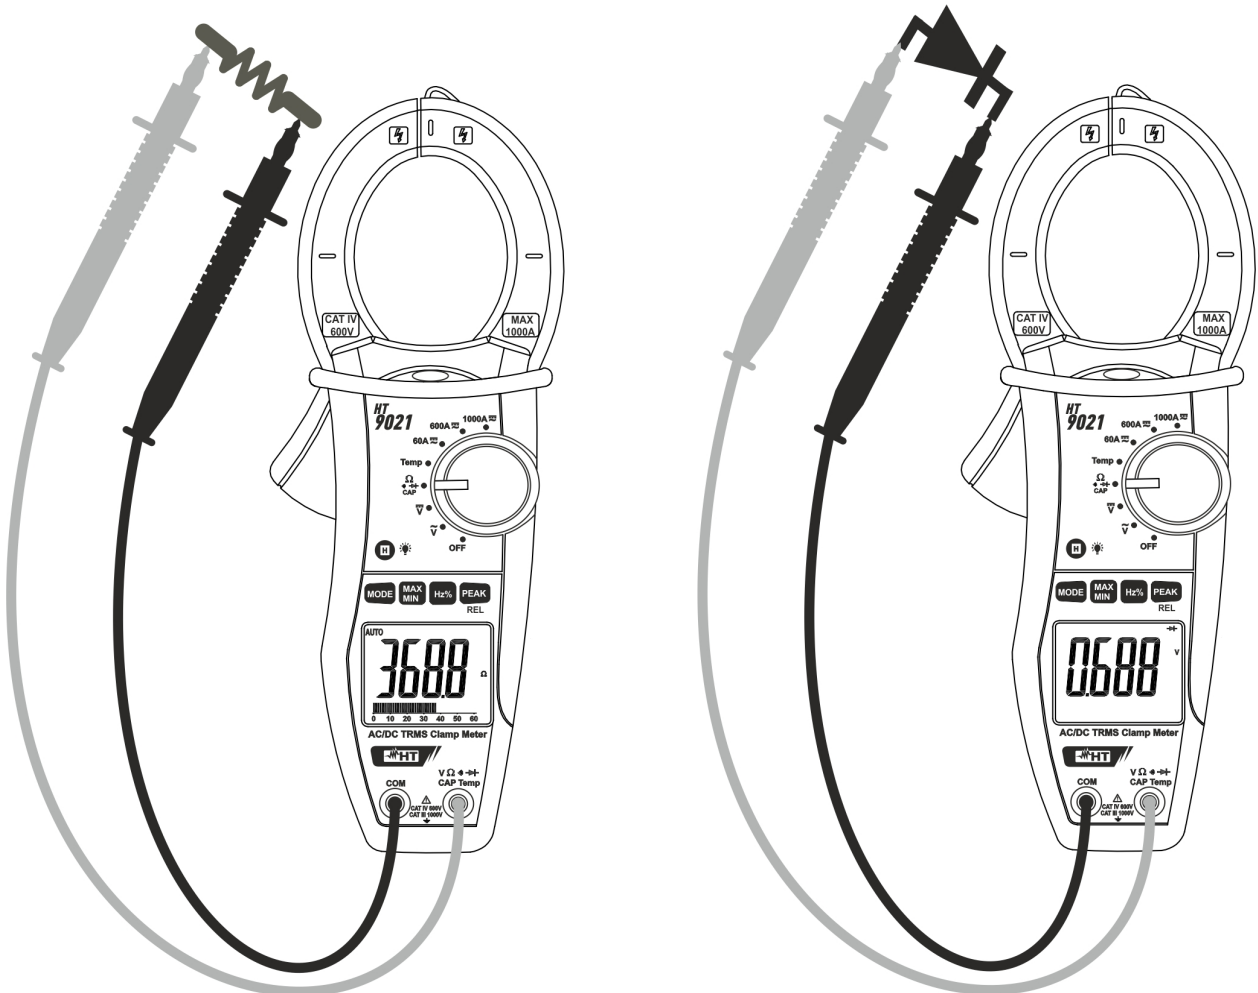

Fig. 6: Uso de la pinza para la Prueba de la Continuidad y Prueba de Diodos
3. Inserte el cable rojo en el terminal de entrada $V \Omega$ (bell) \rightarrow **CAP Temp** y el cable negro en el terminal de entrada **COM** y efectúe la prueba de continuidad sobre el objeto en prueba (ver Fig. 6 – parte izquierda). El indicador acústico emite una señal cuando el valor de la resistencia medida es inferior a aproximadamente 60Ω .
5. Conecte la punta roja al ánodo del diodo y la punta negra al cátodo en caso de medida de polarización directa (ver Fig. 6 – parte derecha). Invierta la posición de las puntas en caso de medida de polarización inversa.